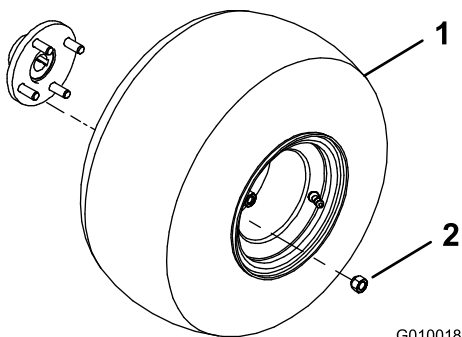

Figura 4
2. Monte un conjunto de rueda en cada cubo de rueda trasero con 4 tuercas de rueda (Figura 4).